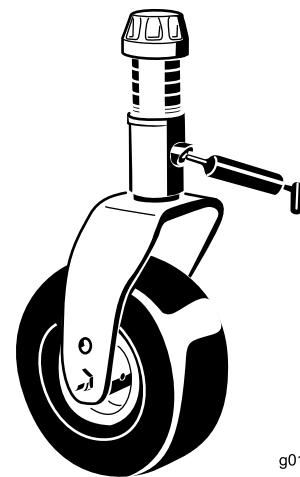

Figura 66
- Casquillo (1) del eje de la horquilla de las ruedas giratorias (Figura 66)
- Casquillos del pivote del brazo tensor (1) (situados en el brazo tensor)